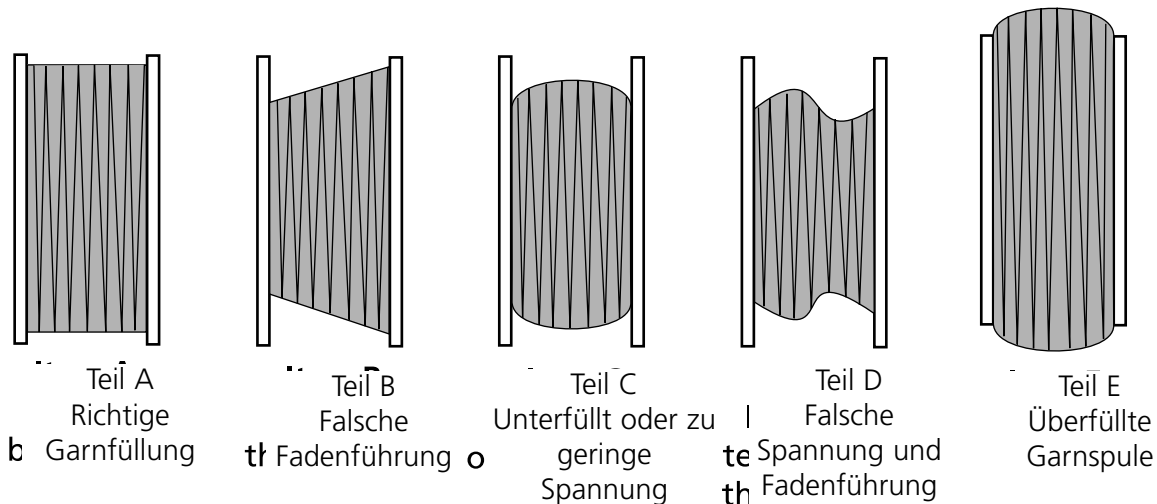

**Abbildung 3-32**
3. Bewegen Sie den Stellhebel auf EIN (siehe Abb. 3-32) und das Spulen beginnt. Wenn das Garn vollständig aufgewickelt ist, stoppt der Spuler automatisch.